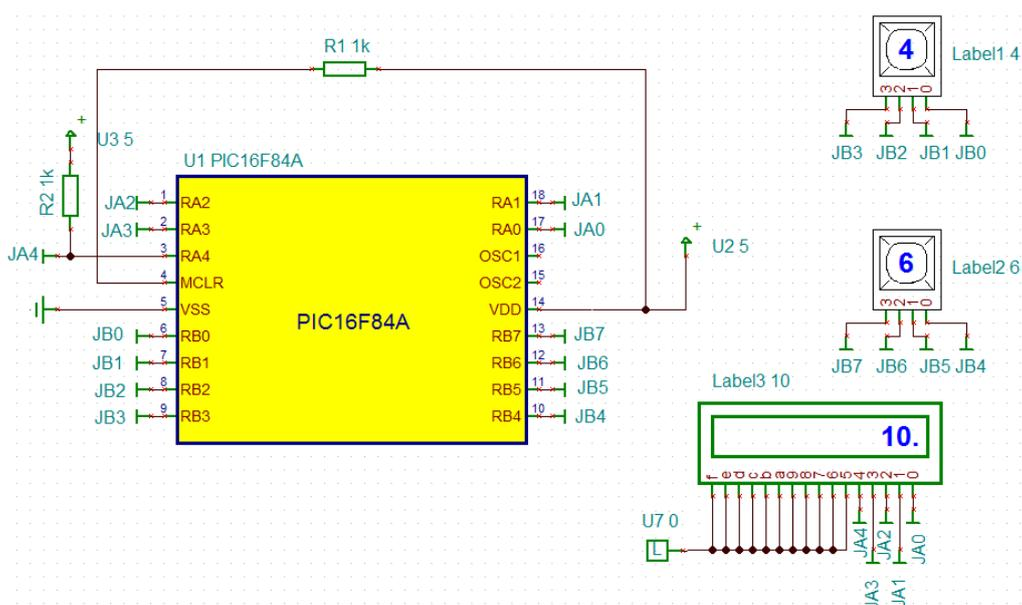

Рис.4.17. Модель сумматора
1. Собрать в программе TINA модель сумматора (рис.4.17) и сохранить схему в папке TI-LAB4 под именем LAB4. Сумматор содержит микроконтроллер, две HEX-клавиатуры и LCD – дисплей. Клавиатуры подключены к линиям порта В, работающим на ввод. Дисплей подключен к линиям RA0-RA4 порта А, работающим на вывод. Вывод RA4 с открытым коллектором подключен через  $R_2$  к питанию.